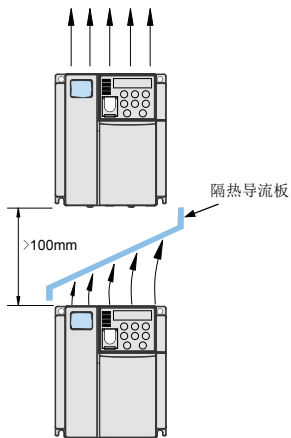

图 3-2 MD310 变频器上下安装示意图
- 2) 请向上垂直安装变频器，便于热量向上散发。若柜内有多台变频器时，请并排安装。在需上下安装场合，请参考图 3-2，安装隔热导流板。